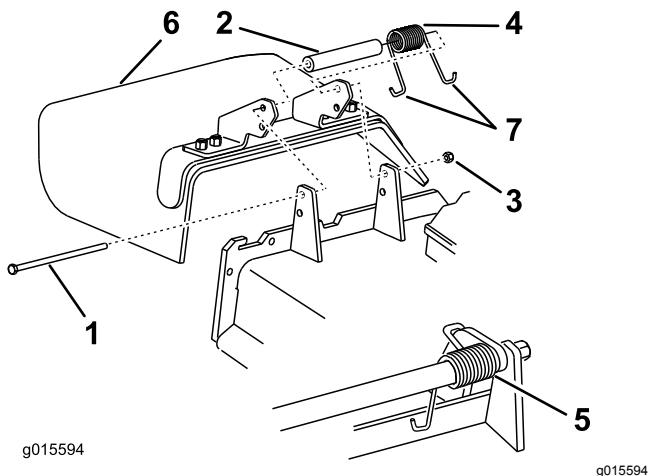

Figura 55
3. Retire la contratuerca, el perno, el muelle y el espaciador que sujetan el deflector a los soportes de pivotе (Figura 55).
5. Coloque un gancho en J del muelle detrás del reborde de la carcasa (Figura 55).
Nota: Asegúrese de colocar un extremo en J del muelle detrás del reborde de la carcasa antes de instalar el perno, como se muestra en la Figura 55.
7. Coloque un gancho en J del muelle alrededor del deflector de hierba (Figura 55).